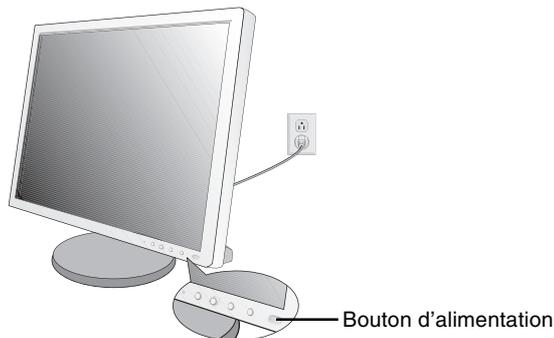

Figure C.1
6. Branchez le cordon d'alimentation dans la prise de courant (**Figure C.1**).
7. Allumez le moniteur avec le bouton d'alimentation situé à l'avant ainsi que l'ordinateur (**Figure C.1**).